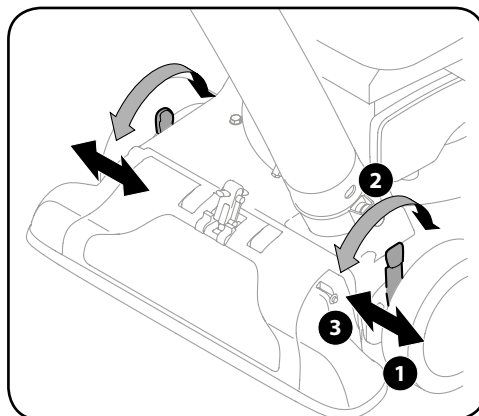

Рисунок 3-7
1. Нажмите на рычажок регулирования высоты сопла в сторону колеса. См. рисунок 3-7.
3. По завершении регулирования отпустите рычаг. См. рисунок 3-7.